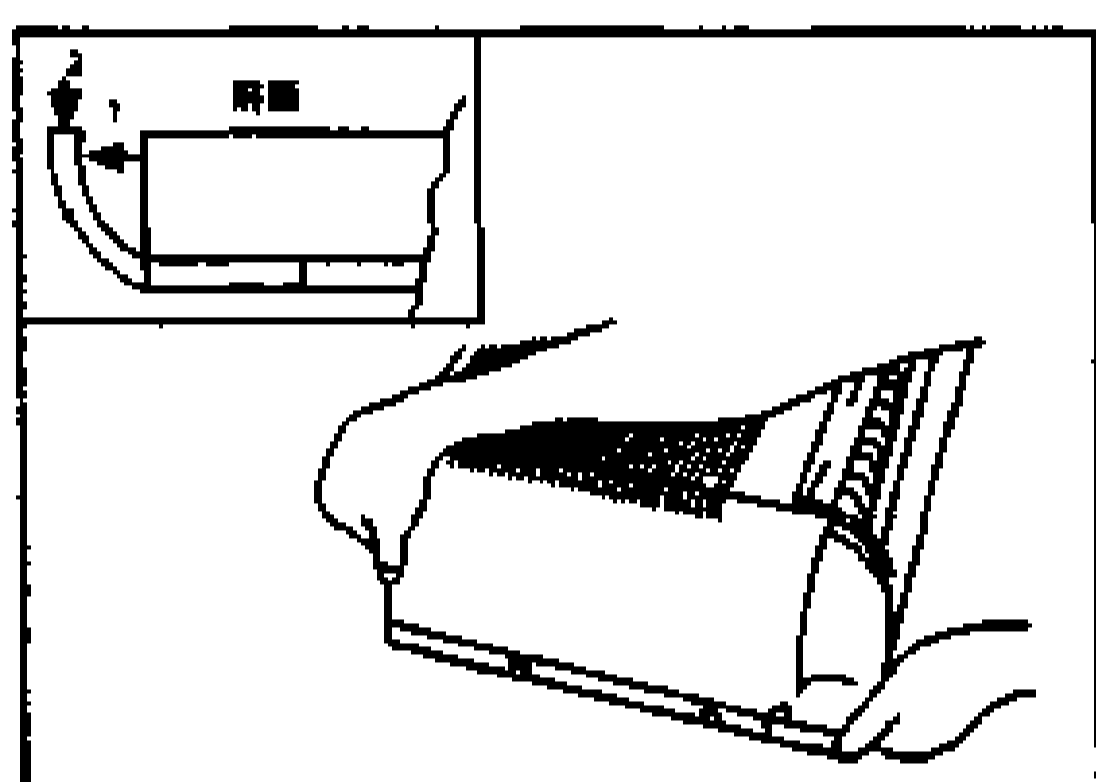

图 7-2-6
(3) 从主机上拆下螺钉（两只）及左右面板。先拆下螺钉，然后将侧板稍微移向两侧中的某一侧，敲打后面的板将其拆下。如图 7-2-6 所示。